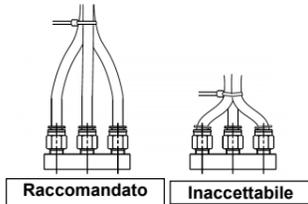

Figura 10
- Inoltre, non applicare forze esterne ai raccordi durante il fissaggio dei tubi con fascette, ecc. Vedi Figura 10.